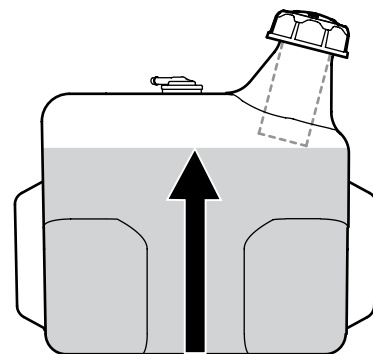

Figura 2-10
2. Cargue el depósito de combustible con gasolina. Sólo se debe utilizar gasolina limpia, nueva (con menos de 30 días de antigüedad) y sin plomo. Llene el depósito no más de 1/2" por debajo de la base del cuello de llenado dejando espacio para la expansión del combustible. Consulte la Figura 2-10.
Importante: No llene en exceso el depósito de combustible. Llene el depósito no más de 1/2" por debajo de la base del cuello de llenado dejando espacio para la expansión del combustible. Consulte la Figura 2-10.